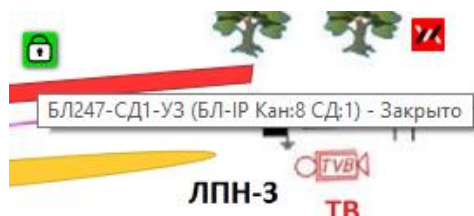

Рисунок 8
В левом нижнем углу окна находится значок конверта (17), при нажатии на который раскрывается журнал событий, в котором отражены все изменения состояний устройств с момента запуска программы (см. рисунок 8).
Чтобы посмотреть детальную информацию о любом объекте на плане, наведите на него курсор мыши (активный элемент выделяется тенью), и дождитесь появления всплывающей подсказки (см. рисунок 8).